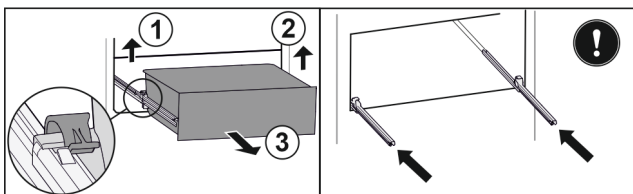

Fig. 167
- Linke Klemme anheben und gleichzeitig Schubfach links nach vorne ziehen. Fig. 167 (1)
- Rechte Klemme anheben und gleichzeitig Schubfach rechts nach vorne ziehen. Fig. 167 (2)
- Schubfach nach vorne entnehmen. Fig. 167 (3)